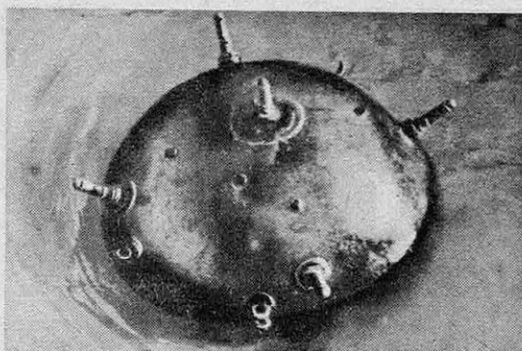

FIG. 2. — UNE MINE ALLEMANDE A CORNES « CHIMIQUES »
bateau, établissent un contact électrique ; ce sont les meilleures. Les cornes « chimiques » (fig. 2) sont rondes et ressemblent à un doigt ; lorsqu'un choc les brise, une solution de bichromate de potasse vient remplir une pile dont le circuit est fermé sur la mise de feu. Les cornes « hydrostatiques », d'apparence semblable aux cornes « électriques », sont vissées sur des douilles en métal faciles à briser lors d'un choc ; l'eau fait alors irruption dans la mine et sa pression sur un diaphragme déclenche la mise de feu. Afin d'éviter des accidents pendant le mouillage, un contact supplémentaire de sécurité s'établit automatiquement lorsque la mine est mouillée (1).